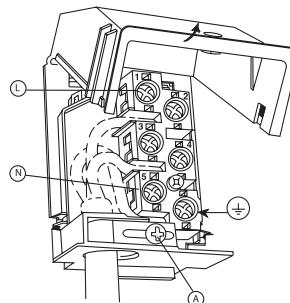

fig. 16
- Open het aansluitkastje (zie fig. 16).